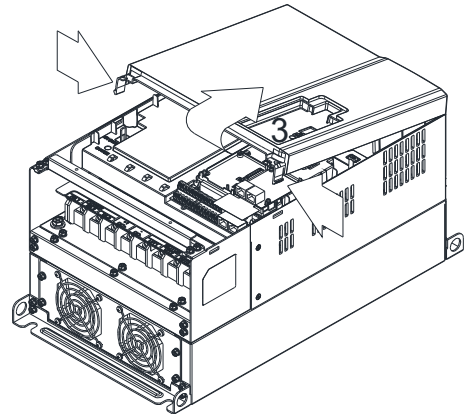

图 2
2. (如图 2) 移除螺丝 3 后, 再按压两侧卡勾移除上盖。